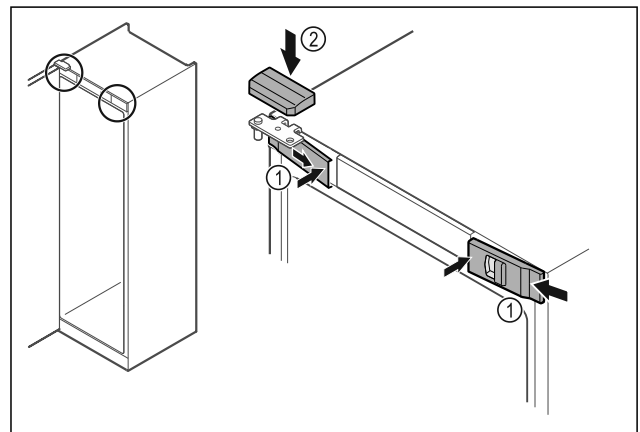

Fig. 44
- ▶ 从侧部挂入前盖板 Fig. 44 (1) 并从内部将其卡紧。
- ▶ 从上方卡紧上盖板 Fig. 44 (2)。